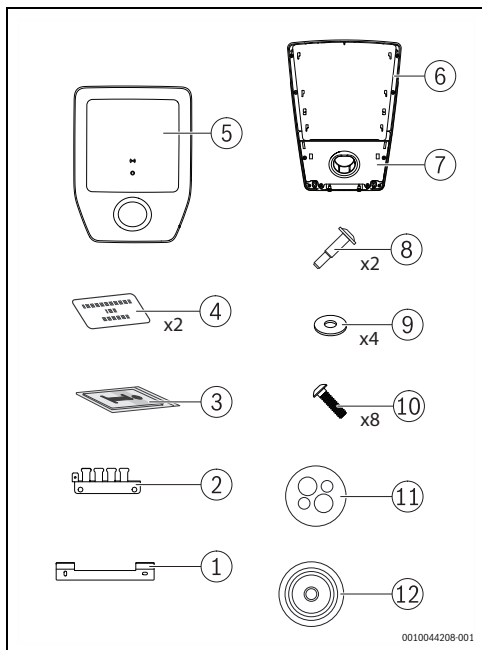

Fig. 97 Leveringsomfang
- ▶ Tag forsigtigt afdækningen [5] og dækslet med parkeringsholderen [7] af Power Charge 7000i (→ fig. 97, side 107).